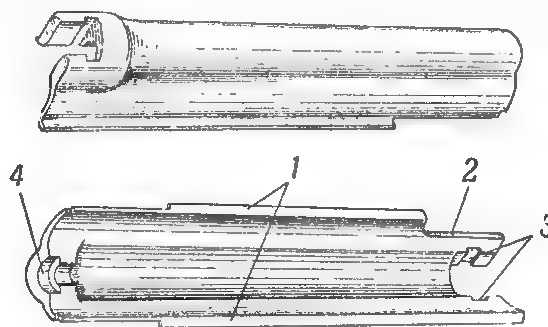

Рис. 28. Крышка ствольной коробки:
29. Крышка ствольной коробки (рис. 28) служит для удержания стебля затвора в пазах ствольной коробки и предохранения механизмов винтовки от загрязнения. Она имеет: боковые продольные ребра для соединения со ствольной коробкой; боковой вырез для прохода рукоятки стебля затвора; передний